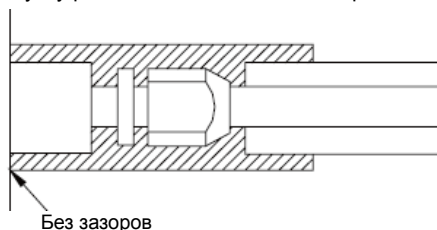

Рис. 8
- 2) Соединения внутреннего блока необходимо обернуть теплоизоляцией; зазоров между муфтами быть не должно - см. рис. 8.